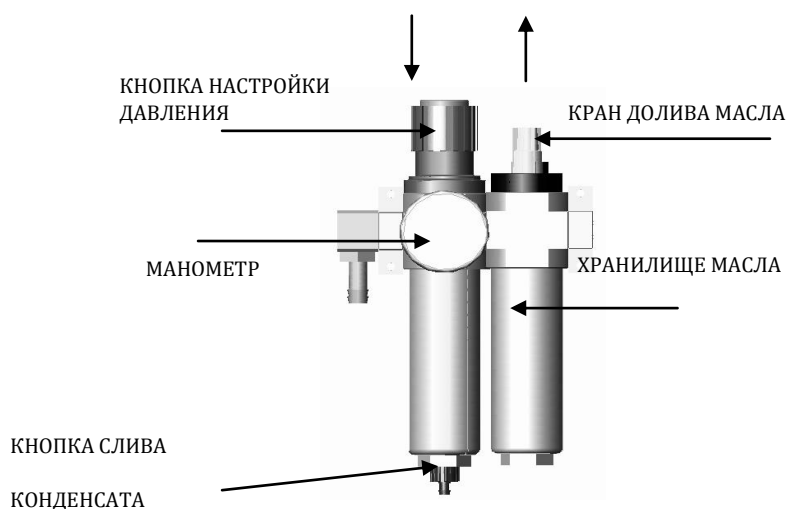

РИСУНОК 3
6.5. Перед подключением станка к пневмосистеме необходимо проверить ее параметры. Для правильной работы пневматической системы давление воздуха должно быть 6-8 Атм. Запрещена эксплуатация станка при давлении воздуха ниже 6 Атм. Для того, чтобы проверить и настраивать давление воздуха, смотрите показания манометра. (Рис.3).